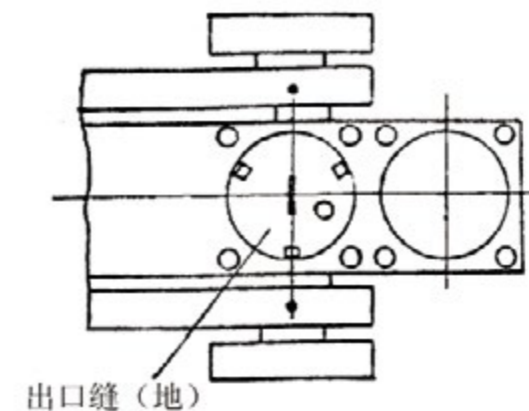

图 4-1 出口缝安装方向示意
11. 逐一装上出口缝、全离子检测极和前置放大器。要注意出口缝垂直于质谱管壳侧边且卡紧在腔体内；片上的孔对准壳体上的排气孔（图 4-1），全离子检测极面与极靴面吻合；离子源和前置放大器 O 型密封胶圈不得沾有纤维脏物，如 O 圈老化，应换新的。